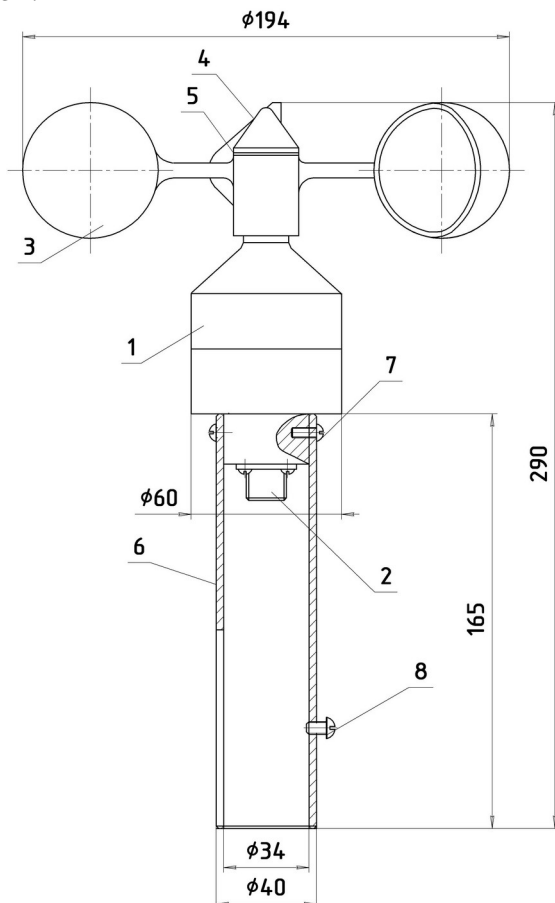

Рисунок 1 Датчик скорости ветра.
4.2.1 Датчик скорости ветра (рисунок 1) состоит из преобразователя (1), в нижней части которого находится разъем (2) для подключения соединительного кабеля. На ось преобразователя устанавливается крыльчатка (3) и фиксируется колпачком (4) через уплотнительную шайбу (5). Собранные таким образом детали датчика помещаются в специальную трубу (6) и зажимаются винтами (7). Для крепления датчика на объекте используется стопорный винт (8).
6.1.2 Произвести сборку датчика скорости ветра (рисунок 1), для чего к разьему (2) датчика подключить соединительный кабель, предварительно пропустив его через трубу (6), и закрепить корпус преобразователя к трубе двумя винтами (7); затем установить на ось преобразователя (1) крыльчатку (3) и закрепить ее колпачком (4), предварительно установив уплотнительную шайбу (5).